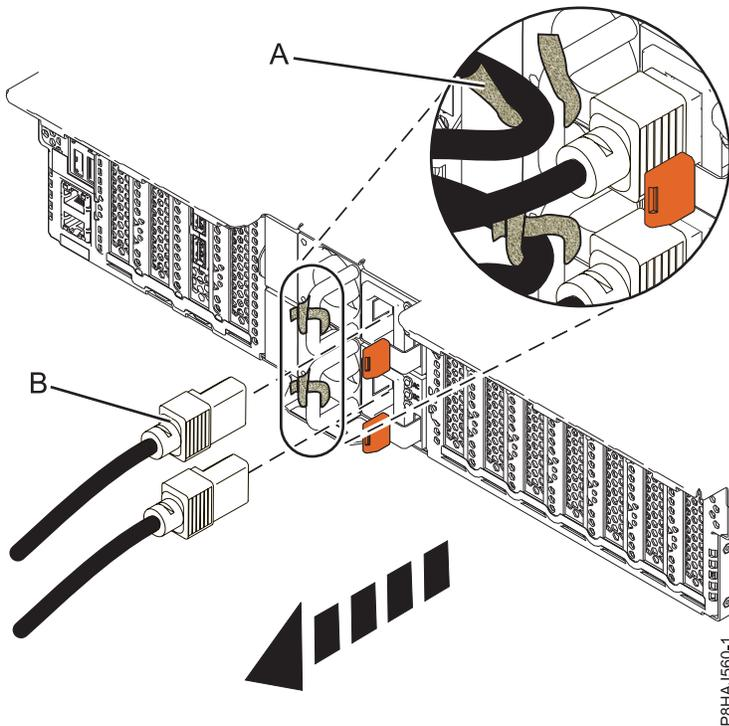

Abbildung 52. Netzkabel bei einem System vom Typ 5148-21L, 5148-22L, 8247-21L, 8247-22L, 8284-21A oder 8284-22A abziehen
3. Ziehen Sie die Netzkabel (**B**) von der Systemeinheit ab. Siehe Abbildung Abb. 51 auf Seite 71, Abb. 52 auf Seite 71 oder Abb. 53 auf Seite 72 (abhängig von Ihrem Systemtyp).